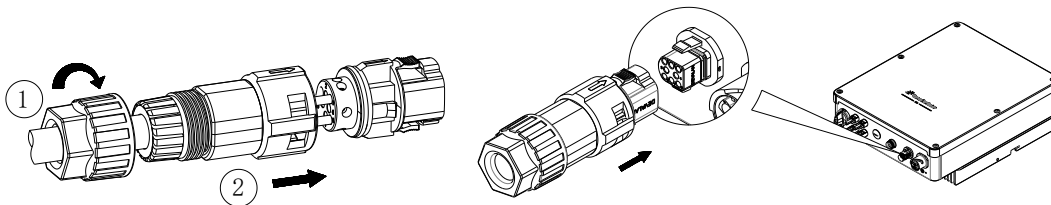

FIG.6 Montagem do Conector FIG.7 Insira o conector no receptáculo
4) Aperte a porca de pressão e em seguida empurre a luva roscada para dentro do bujão, conforme FIG.6.